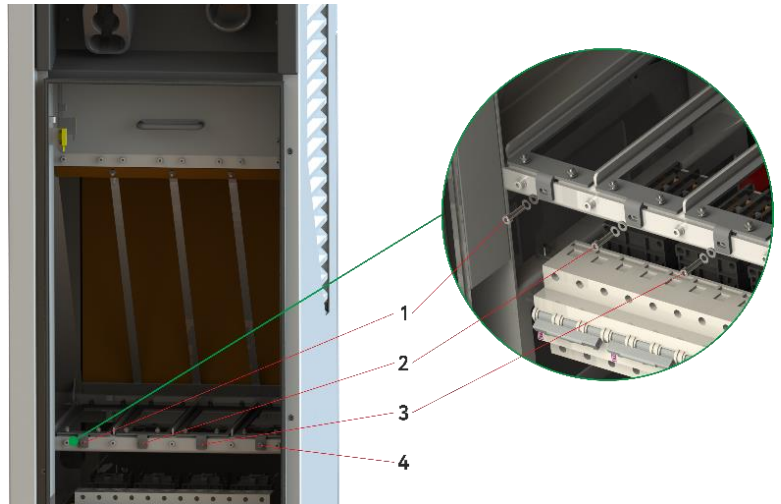

Рисунок 5.13. Место установки зарядных модулей
5. Чтоб установить модули на нижний уровень (Дверь 1), выньте крепления 1, 2, 3, 4 (рис. 5.13).